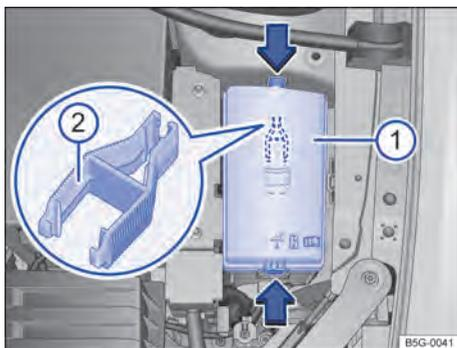

Fig. 240 No compartimento do motor: cobertura ① da caixa de fusíveis com pinça de plástico ②. ▶
- Pressionar os botões de travamento no sentido da seta para destravar a cobertura da caixa de fusíveis → Fig. 240 ①.